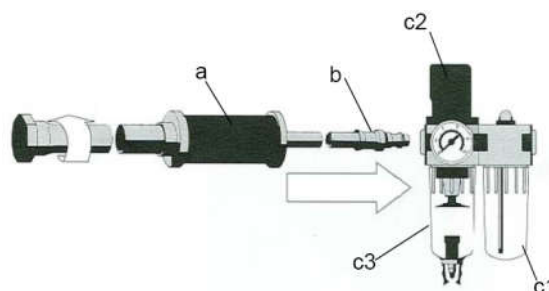

Fig. 1: gruppo di manutenzione
- Collegare la sega ad aria compressa al gruppo di manutenzione (c1 - c3) insieme al tubo flessibile (a) e all'innesto rapido (b) (vedi fig. 1).